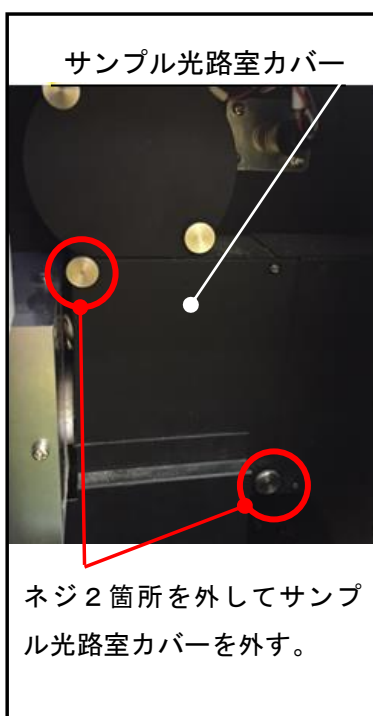

図2. サンプル光路室外観
- (3) 2箇所のネジをはずしてサンプル光路室カバーを外します(図2)。